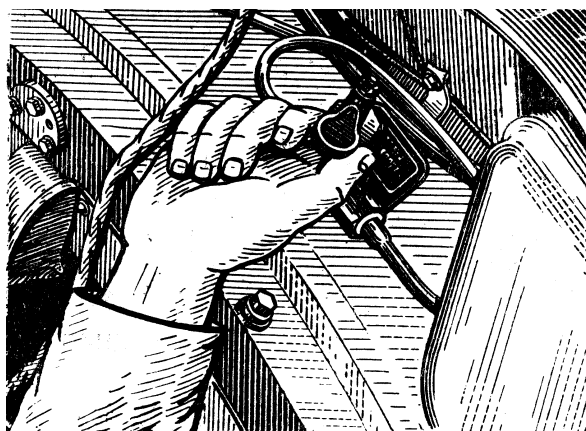

Рис. 52. Відкриття крана повітряно-рідинного очищення приладу ТКН-3Б і прицілу 1ПЗ-3
- взятись правою рукою за рукоятку крана з написом «ОЧИСТКА ПРИБОРА», який розташовано у ніші башти праворуч від командира, та, короткочасно відкриваючи його (рис. 52), домогтися повного очищення скла, після чого закрити кран балона.
- взятися правою рукою за рукоятку крана вмикання системи очищення та, короткочасно відкриваючи його (рис. 52), домогтися повного очищення скла, після чого кран і кран балона закрити.